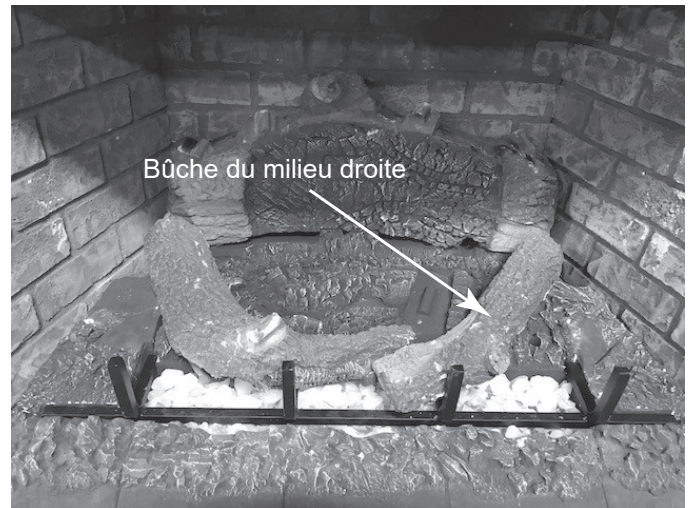

Figure 11.16
- Positionnez la bûche centrale droite en plaçant l'encoche située à l'arrière inférieur de la bûche sur le point de repère au-dessus du brûleur. La face avant de la bûche du milieu à droite s'emboîtera avec la face avant de la bûche de gauche. Voir la figure 11.16.